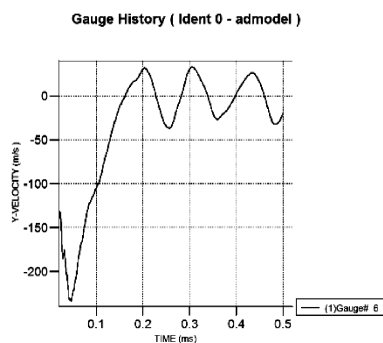

图 6-57 节点 6 显示设置效果
(10) 按照同样的方法, 在【History Plots】对话框中单击【Single Variable Plots】, 在对话框的左边选择 Gauge# 6, 单击 ☒ 确定, 得到铝板上的节点 6 在 Y 方向上的速度随时间的变化曲线, 如图 6-57 所示。